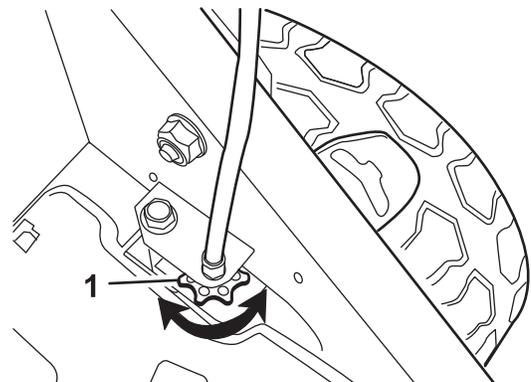

Bild 21
- Wenn sich die Räder nicht bei eingekuppeltem Selbstantriebsbügel drehen, ist der Treibriemen zu lose. Drehen Sie das Steuerhandrad für den Radantrieb (Bild 21) um eine Umdrehung nach rechts und wiederholen Sie die Schritte 3 bis 5.
- Wenn sich die Räder drehen, bevor der Selbstantriebsbügel ganz eingekuppelt ist, ist der Treibriemen zu fest. Drehen Sie das Steuerhandrad für den Radantrieb (Bild 21) um eine Umdrehung nach links und wiederholen Sie die Schritte 3 bis 5.